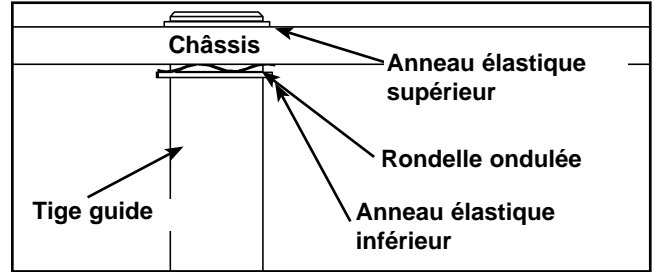

Figure 8
- C. À l'aide de la pince à anneau élastique externe, enlevez l'anneau élastique supérieur de l'une des tiges guides et abaissez celle-ci avec précaution. Reportez-vous à la figure 8.